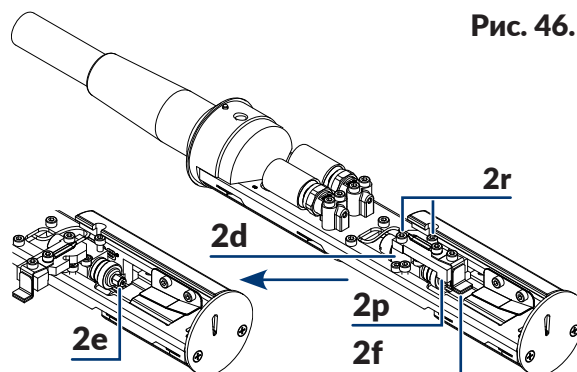

Рис. 46.
3. Ослабьте винт **2с** (см. **Рис. 46 на странице 262**), крепящий кожух **2b** головки.
6. С помощью шестигранного ключа **2** ослабьте два винта **2r** (см. **Рис. 46**), крепящие держатель **2p** заряжающего электрода **2f** к пушке **2d**.
7. В соответствии с **Рис. 46** отклоните держатель **2p** заряжающего электрода **2f** примерно на 90° в сторону.
Печатающая головка **2** (см. Рис. 46 на странице 262) оснащена датчиком, задачей которого является фиксация снятия кожуха головки.
1. Ослабьте винт **2c** (см. **Рис. 46 на странице 262**), крепящий кожух **2b** головки.